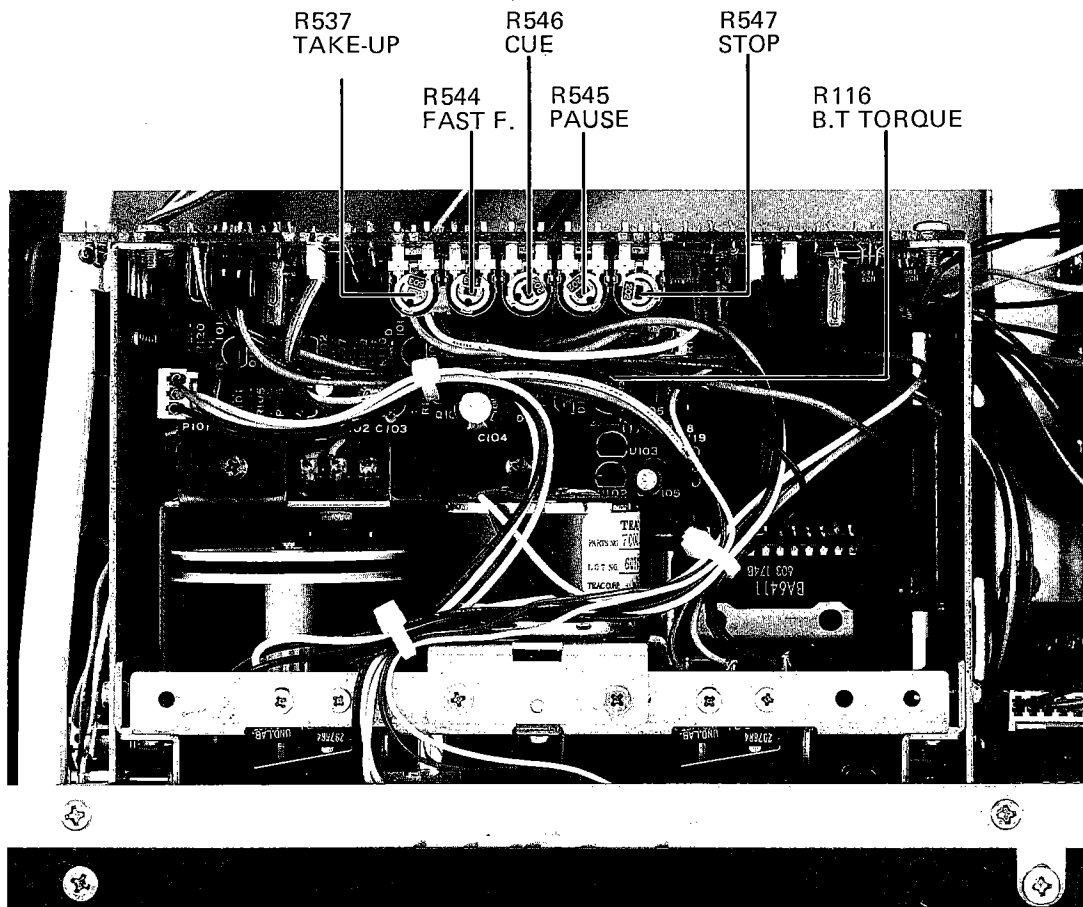

Fig. 5-6
1. Run the deck in the F.F. (fast forward) or REW (rewind) mode and adjust the trim pot R544 (Fig. 5-6) so that the following two conditions are obtained.
1. ストップ・モード時に、ヘッド・ベースが最も下方にくるように半固定抵抗 R547 (図5-6) を調整する。
1. F.F (早送り) または RWD (早巻戻し) モード中に下記の状態が得られるように半固定抵抗 R544 (図5-6) を調整する。
Make sure cue signal is developed when the FF or REW button is pushed with the PAUSE mode set. If the cue signal is not developed or the level is excessively low, adjust the trim pot R546 (Fig. 5-6).
ポーズ・モードにしてFFボタンまたはREWボタンを押した時にキュー信号が出るかどうか確認する。キュー信号が出ないかまたは信号レベルが極端に低い場合は、半固定抵抗 R546 (図5-6) を調整する。
2. If the back tension torque is out of limits, adjust the trim pot R116 (Fig. 5-6).
3. If the take-up torque is out of the limits, adjust the trim pot R537 (refer to Fig. 5-6).
2. バックテンション・トルクが規定値から外れている場合は半固定抵抗R116 (図5-6) を調整する。
3. もしテイクアップ・トルクが規定値から外れている場合は、半固定抵抗R537 (図5-6参照) を調整する。